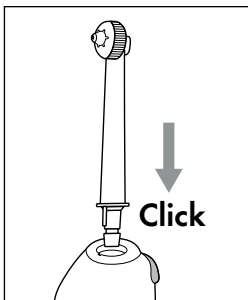

Abb.2
- ◆ Stecken Sie eine Aufsteckdüse **2** auf das Handteil **5**. Drücken Sie die Aufsteckdüse **2** in die Öffnung, bis die Aufsteckdüse **2** hörbar im Handteil **5** einrastet. Achten Sie dabei auf die richtige Position der Führungsnase am unteren Ende der Aufsteckdüse **2** und der entsprechenden Aussparung in der Öffnung am Handteil **5** (siehe Abb. 2).